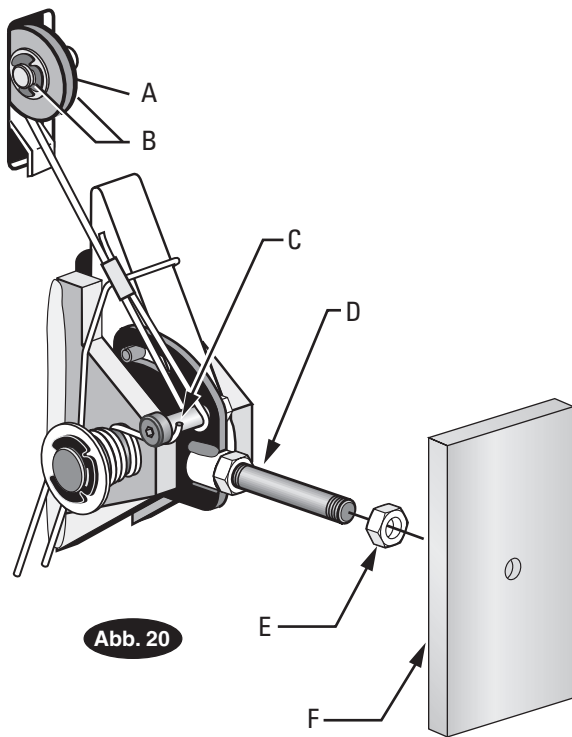

Abb. 20 Detail
- B) Die Schlaufenende des Seilzugs über das Ende der Bundschraube auf der rechten Seite der Klinkensteuerscheibe führen, Abb. 20.
- C) Das andere Ende des Seilzugs durch den Schlitz für die Laufrolle des Synchronisations-Seilzugs führen und sicherstellen, dass der Seilzug zwischen der Unterseite der Laufrolle des Synchronisations-Seilzugs und der Laufrollenabdeckung und dann innerhalb der rechten Säule verläuft, Abb. 20.